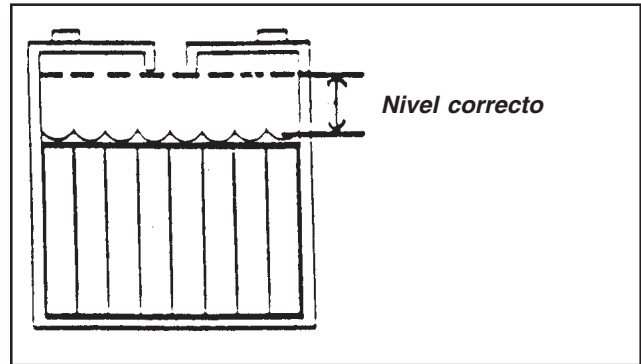

Figura 10
1. Mantenga un nivel de ácido correcto. El nivel de llenado adecuado se sitúa aproximadamente a 5 mm (1/4 pulg.) de distancia de la parte inferior del tapón de cada célula y encima de la parte superior de las placas. Compruebe el nivel del ácido cada vez que carga las baterías. Véase figura 10.